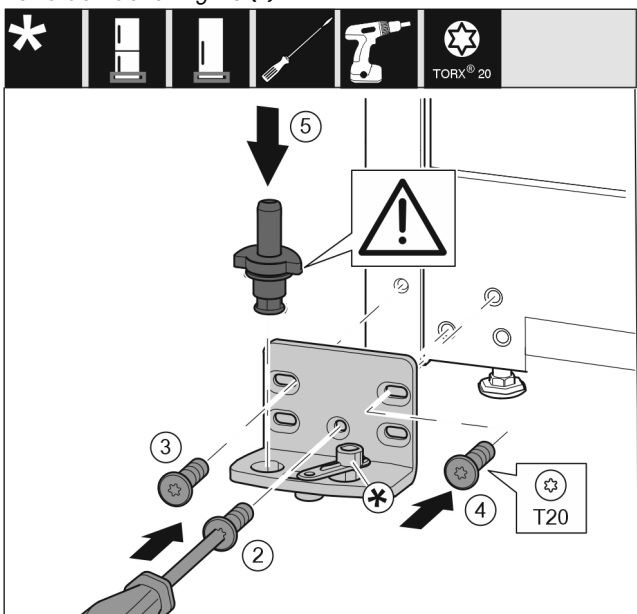

Fig. 14
- Colocar el soporte de apoyo en el otro lado y atornillarlo con la ayuda de un destornillador T20. Empezar por el tornillo 2 en la parte inferior central. Fig. 14 (2)
- Apretar los tornillos 3 y 4. Fig. 14 (3,4)
- Introducir totalmente el perno de apoyo. Asegurarse de que el saliente de retención mire hacia atrás. Fig. 14 (5)